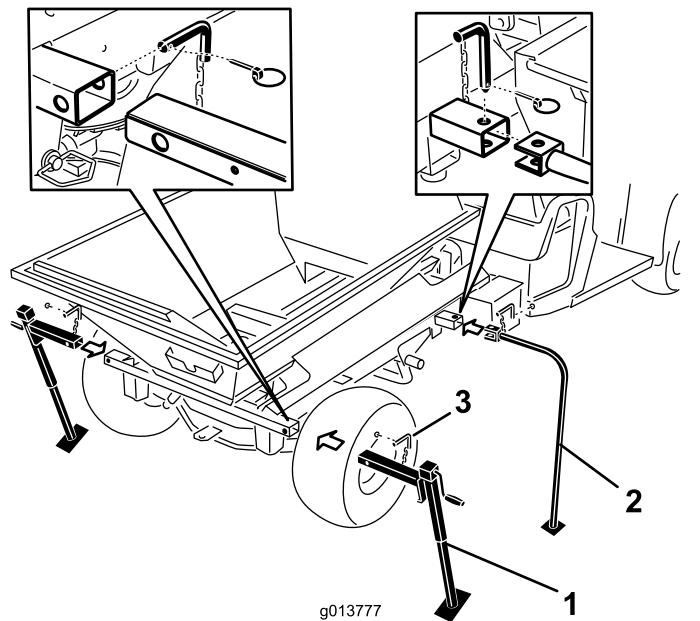

Figura 52
7. Inserite le gambe del supporto di rimessaggio anteriore e i cavalletti metallici posteriori nei tubi della macchina e fissateli con i perni di bloccaggio (Figura 52).